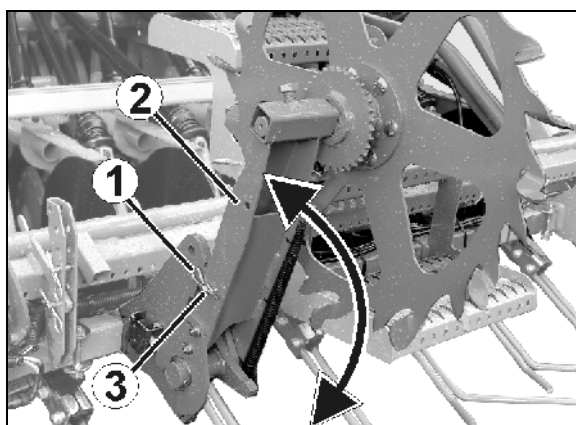

Рис. 96
1. Извлеките пружинный зажим (Рис. 96/1).
2. Придерживая кронштейн (Рис. 96/2) колеса с почвозацепами, вытяните палец (Рис. 96/3).